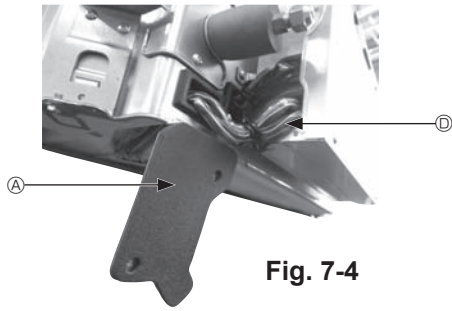

Fig. 7-4
- ① Fjern de to skruene som fester ledningsdekselet på hovedenheten, og åpne dekslet.
- ② Legg ledningene for i-See-sensoren og signalmottakeren gjennom ledningsinnføringene i el-komponentboksen som vist i diagrammet og rundt gjennomføringene på siden av hovedenheten. (Fig. 7-4)